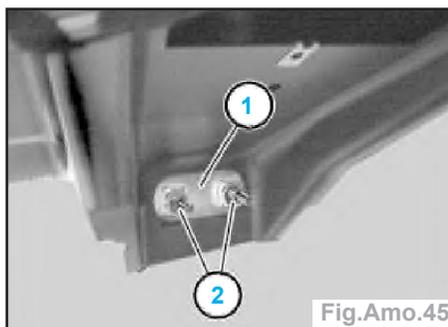

Fig.Amo.45
• Toujours laisser pour cette raison l'une des deux vis de fixation (2) dans la plaquette filetée lors du remplacement de l'étrier (Fig.Amo.45).